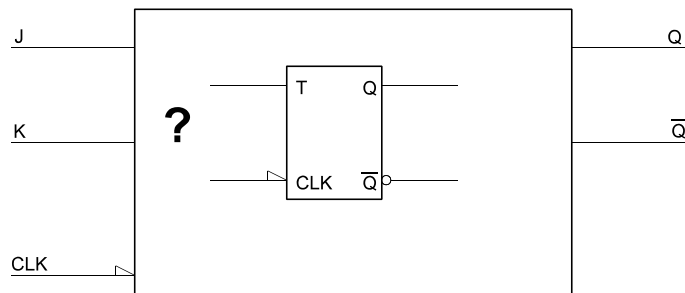

Abb. 21
23. Entwerfen Sie eine Zusatzbeschaltung, die ein T-Flipflop in ein JK-Flipflop umwandelt (Abb. 21).